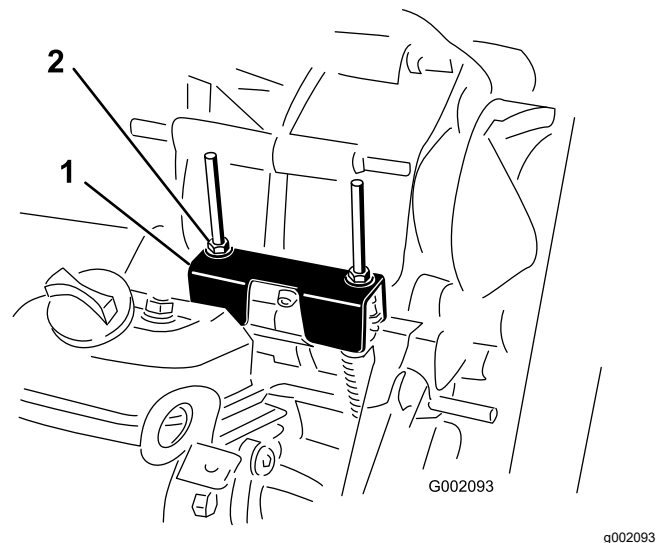

Bild 58
Wenn Sie regelmäßige Wartungsarbeiten und/oder eine Motordiagnostik durchführen, müssen Sie das Getriebe in den LEERLAUF schalten (**Bild 58**). Der Ganghebel der Maschine hat eine NEUTRAL-Stellung, die den Leerlauf des Getriebes festlegt. Treffen Sie die folgenden Maßnahmen, um sicherzustellen, dass der Ganghebel in der Leerlaufstellung die Antriebsachse auch richtig auf Leerlauf schaltet:
2. Stellen Sie sicher, dass die Leerlaufhalterung in der NEUTRAL-Stellung ist (mit der Kabelbefestigungshalterung unter der Ganghalterung nivelliert), indem Sie die Antriebskupplung drehen (**Bild 58**).
3. Drehen Sie eine der Sicherungsmuttern (**Bild 58**), um einen Abstand von 0,762 mm bis 1,524 mm zwischen der Unterseite der Mutter bzw. Scheibe und der Leerlaufhalterung zu erhalten.